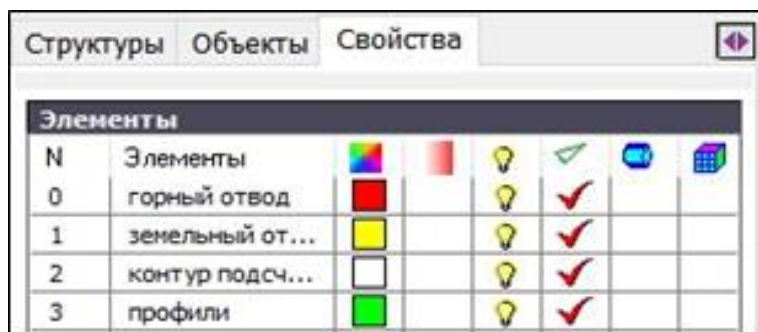

Рис. 5.3. Создание поверхности Топоплан
3. Создайте объект группы – поверхность с именем *Топоплан* с элементами **Земельный отвод**, **Горный отвод**, **Контур подсчета запасов**, **Профили**. Присвойте элементам цвета желтый, красный, белый и зеленый соответственно (рис. 5.3).